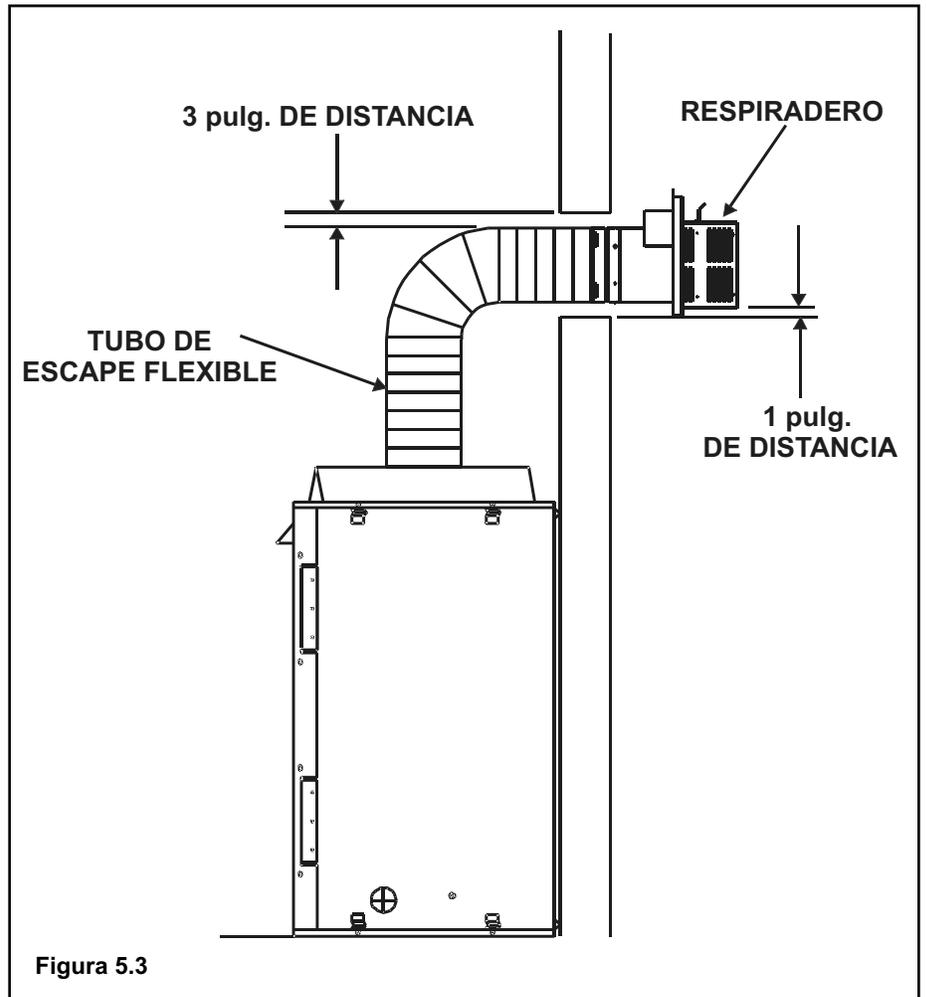

Figura 5.3
Se requiere la instalación de un soporte en cada punto donde el tubo de escape cambie de dirección, éste puede ser colocado en cualquier lugar con tal de mantener la distancia necesaria a los materiales combustibles. Una instalación "hacia arriba y afuera" (Figura 5.3) sólo requiere el soporte suficiente para mantener la distancia necesaria a los materiales combustibles. Sin embargo, el punto de fijación del tubo de escape y la ubicación del cortafuegos se consideran como soportes.
NOTA: DEBE haber una reducción del 25% en total de tramo horizontal (H) si utiliza tubo de escape flexible con la excepción de una instalación simple "hacia arriba y afuera" (vea la Figura 5.3).
NOTA: DEBE haber una reducción del 25% en total de tramo horizontal (H) si utiliza tubo de escape flexible con la excepción de una instalación simple “hacia arriba y afuera” (vea la Figura 5.3).